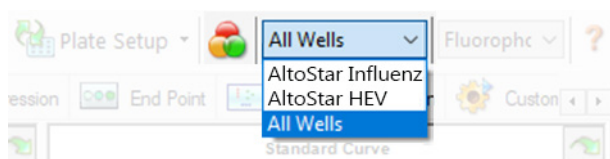

Figura 4: Botón Well Group (grupo de pocillos) y menú desplegable Well Group (grupo de pocillos)
En la ventana Data Analysis (análisis de datos), asegúrese de seleccionar el **Well Group** (grupo de pocillos) del kit AltoStar® Influenza Screen & Type RT-PCR Kit 1.5. Por tanto, haga clic en el menú desplegable **Well Group** (grupo de pocillos) junto al botón **Well Group** (grupo de pocillos) (consulte la figura 4) de la barra de herramientas. No utilice el **Well Group** (grupo de pocillos) «All Wells» (todos los pocillos). La selección de la figura 4 se usa como vista de ejemplo general.
1. En la ventana Data Analysis (análisis de datos), asegúrese de seleccionar el **Well Group** (grupo de pocillos) del kit AltoStar® Influenza Screen & Type RT-PCR Kit 1.5. Por tanto, haga clic en el menú desplegable **Well Group** (grupo de pocillos) junto al botón **Well Group** (grupo de pocillos) (consulte la figura 4) de la barra de herramientas.